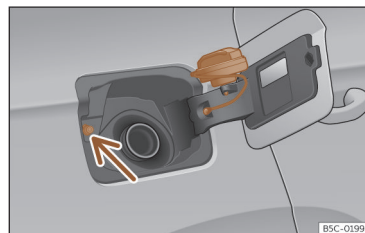

Fig. 199 Tampa do depósito com o tampão encaixado.
- Coloque-a no espaço existente na dobradiça da tampa aberta >>> **Fig. 199**.
Evite tocar no botão de travagem da tampa de combustível >>> **Fig. 199** (seta). O sistema entenderá que acabou e não poderá continuar a abastecer. Volte a pressionar o botão  da porta do condutor para continuar.